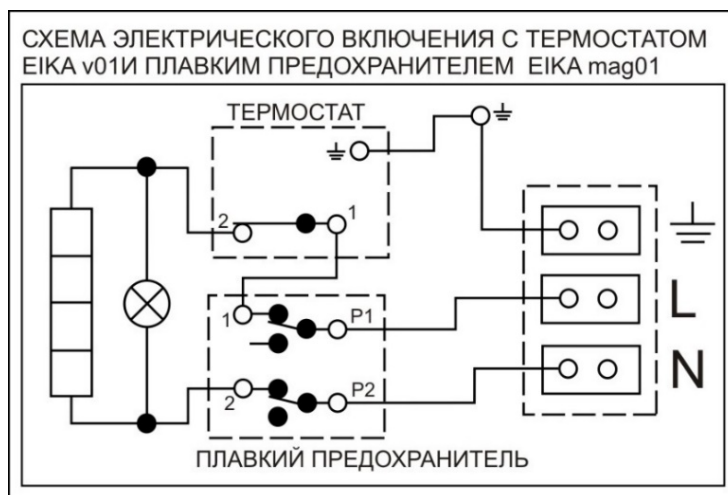

Рисунок 8
Подключение выполните согласно схеме. Подключение, выполненное на заводе, запрещено менять! (Рисунок 8). Степень защиты электрических компонентов водонагревателя - IP 44. Потребляемая мощность электрического нагревательного элемента составляет 2000 Вт (ОКНЕ ONE 50-120), 1100 Вт (ОКНЕ ONE 30).
- Схема эл. подключения прилагается к водонагревателю на крышке электропроводки (Рисунок 8).